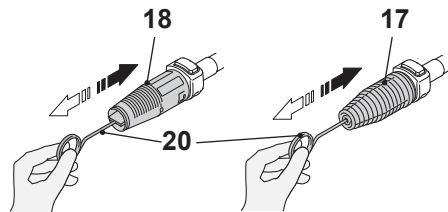

Fig. 18
Îndepărtați toate depozitele de murdărie din orificiul duzei (17/18) folosind acul de curățare (20) (Fig. 18).